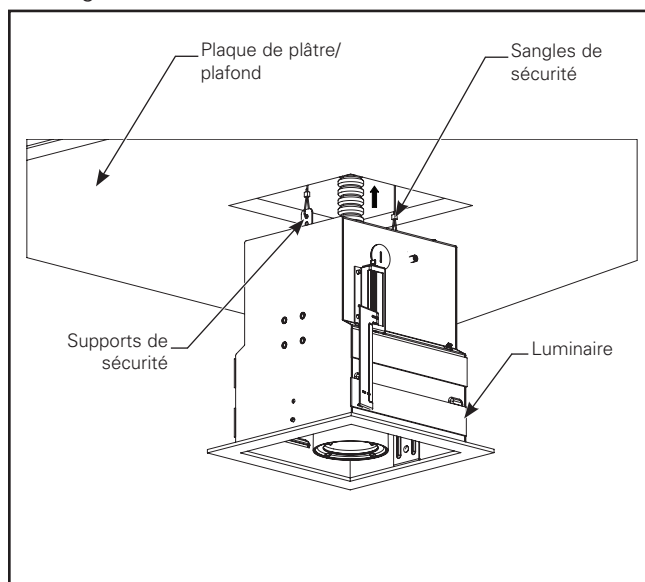

Figure 2.5.
3. Introduisez les sangles de sécurité dans le support de sécurité en les nouant. Assurez-vous que les sangles sont bien tendues contre le plafond. Approchez le boîtier du luminaire du plafond/de la plaque de plâtre (Figure 2.5)